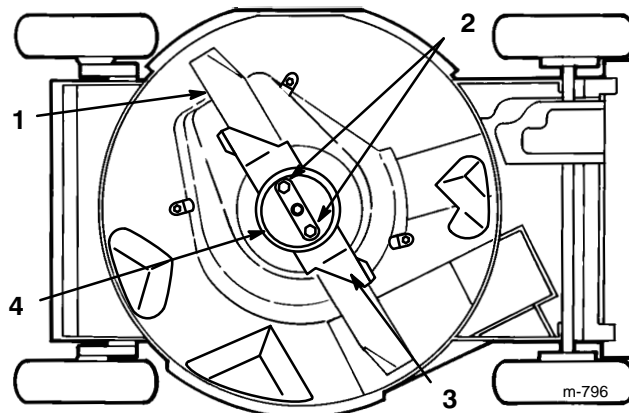

Abbildung 24
3. Den Rasenmäher auf die rechte Seite kippen (Abb. 24).
5. AUSBAU DES MESSERBALKENS – Das Ende des Messerbalkens mit einem Lappen oder einem dick gepolsterten Handschuh fassen. Messerbalkenmutter, Schutzkappe, Beschleuniger und Messerbalken entfernen (Abb. 24).